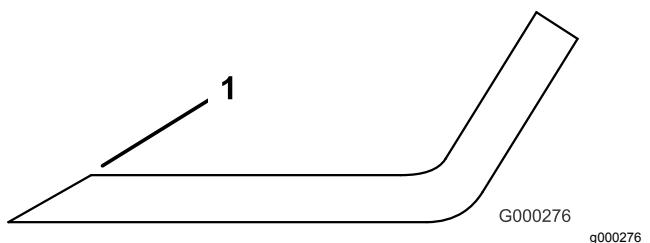

Bild 77
- Schärfen Sie die Schnittkante an beiden Enden des Schnittmessers mit einer Feile (**Bild 77**).